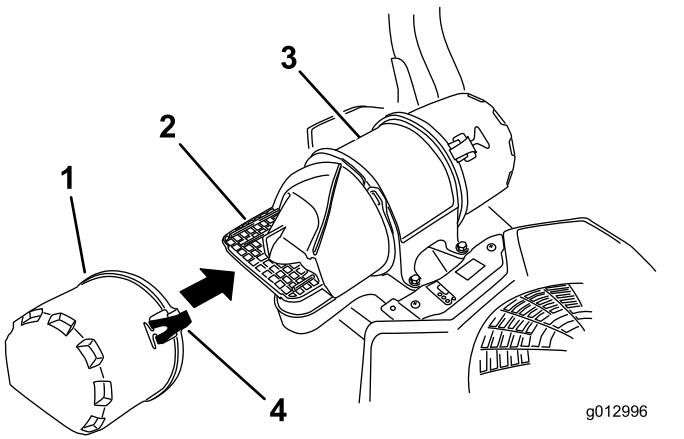

Figura 63
3. Liberte os trincos do filtro de ar e empurre a cobertura da admissão de ar para fora do corpo do filtro de ar (Figura 63).
5. Instale a cobertura da admissão e prenda-a com os trincos (Figura 63).